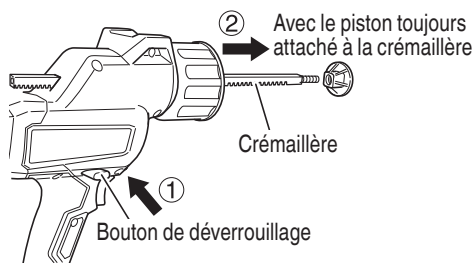

Fig. 12
- (3) Tout en appuyant sur le bouton de déverrouillage pour libérer le verrou, sortez la crémaillère par le côté avant du corps principal. (Fig. 12)